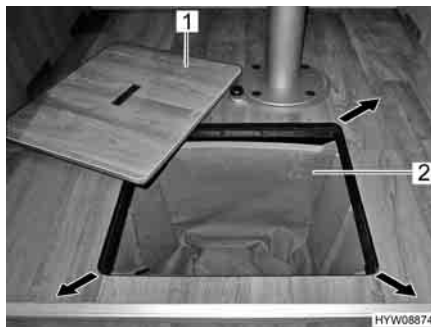

Fig. 77 Scomparto per la biancheria
- Rimuovere il coperchio (Fig. 77,1).
- Togliere il sacco della biancheria (Fig. 77,2) tirandolo verso l'alto.
- Riporre il sacco della biancheria (Fig. 77,2) nell'apposito scomparto.